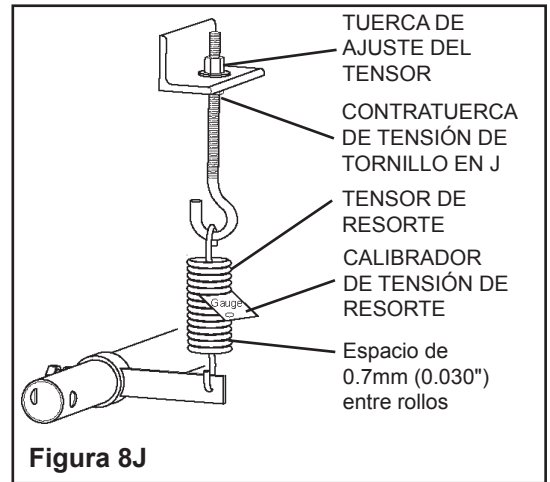

Figura 8J
- a. Afloje las contratuercas de tensión del tornillo en J y gire las tuercas de ajuste del tensor hasta que los dos resortes tengan un espacio de aproximadamente 0.7mm (0.030") entre todos los rollos (utilice el calibrador de tensión del resorte incluido en el paquete de instrucciones de instalación). (Figura 8J). **IMPORTANTE:** Asegúrese de que siempre haya un contacto uniforme entre la hoja y la banda.